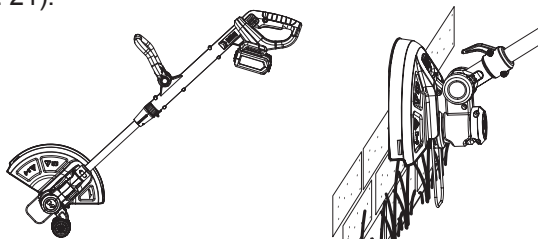

Fig. 21
1. Avant l'utilisation, assurez-vous que le protège-lame (11d) est retiré, que le protège-plante (12) est déployé et que le bloc-batterie (16) est en place.
2. Fixez la roue du coupe-bordure (18) au support du coupe-bordure (14a).
3. Réglez l'angle de la poignée principale (1) sur 90 ° ou 180 ° pour la coupe de bordures (Fig. 21).